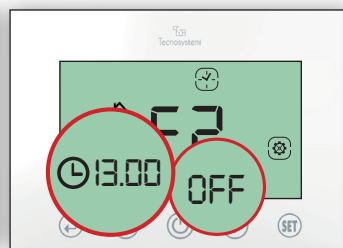

Fig.33
- 2.3 Impostare l'orario di spegnimento OFF della fascia F2 (13.00) e confermare con  (Fig.33)